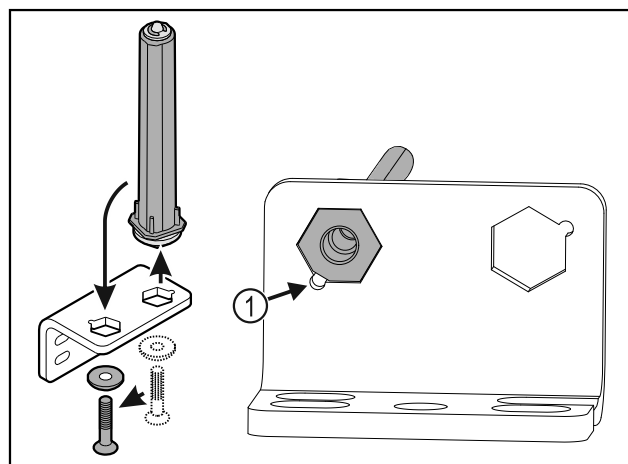

Fig. 19
- ▶ Vær derved opmærksom på, at boltens affasning Fig. 19 (1) peger mod det runde hul under isætningen.